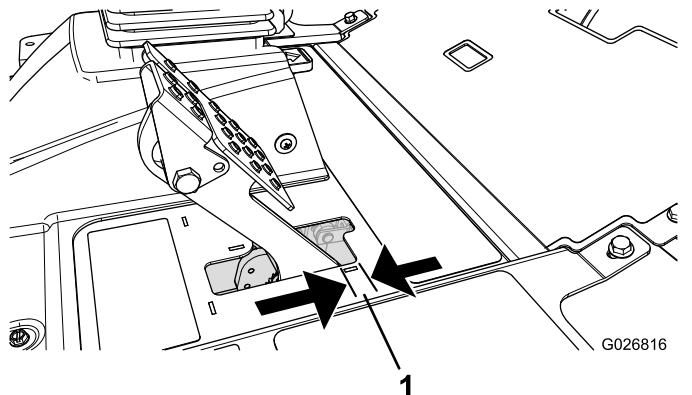

Bild 84
Stellen Sie die Bremsen ein, wenn das Bremspedal mehr als 2,5 cm Spiel hat, oder wenn die Bremsen nicht mehr gut genug greifen (Bild 84). Als Spiel gilt der Abstand, den das Bremspedal zurücklegt, bevor ein Bremswiderstand spürbar ist.
2. Ziehen Sie die hintere Mutter an, um den Zug nach hinten zu bewegen, bis das Bremspedal ein Spiel zwischen 0,63 mm bis 1,27 cm aufweist, bevor die Radsperrung auftritt (Bild 84).